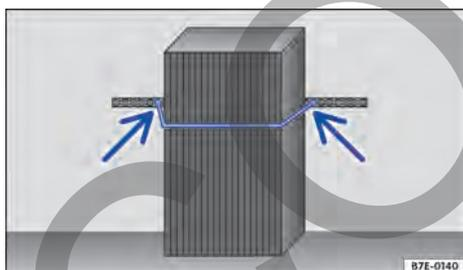

Fig. 124 Representación esquemática: fijar la carga.
- Coloque la cinta con hebilla alrededor de la carga → Fig. 124 y fijela en las argollas de amarre (flechas).